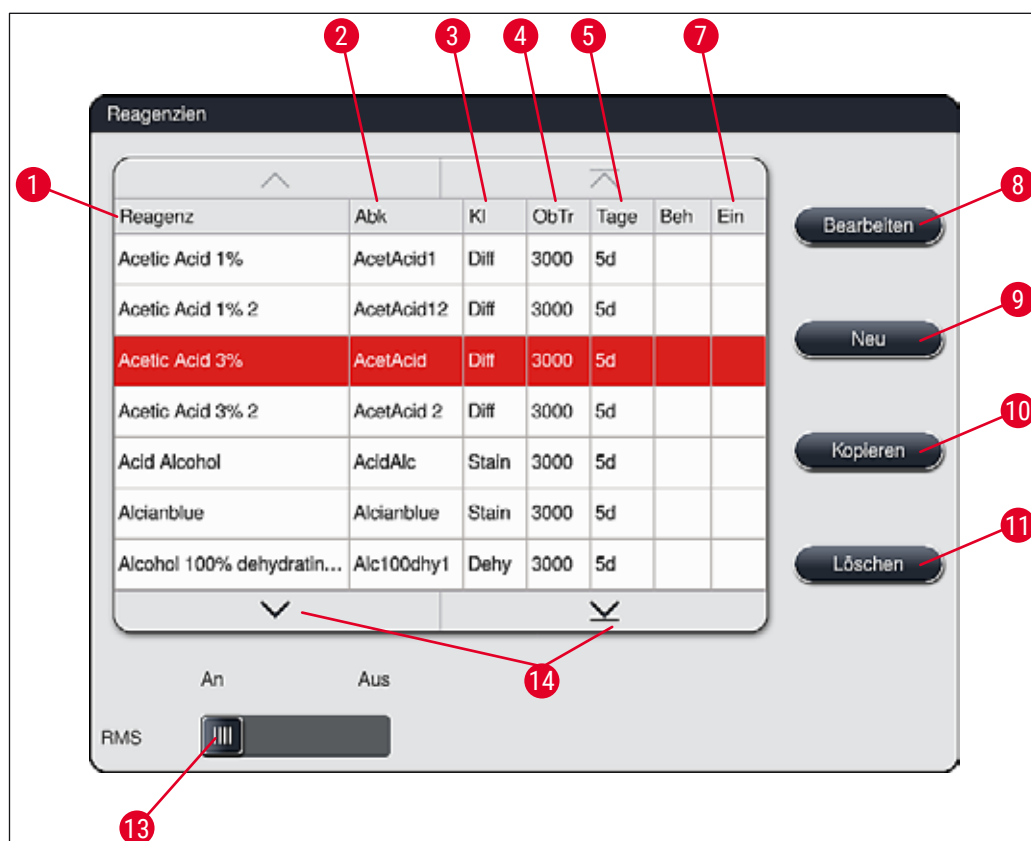

Abb. 35
- Das zu kopierende Reagenz in der Reagenzienliste (→ "Abb. 35") durch Antippen markieren und die Taste **Kopieren** (→ "Abb. 35-10") drücken.
- Das zu ändernde Reagenz in der Reagenzienliste (→ "Abb. 35") durch Antippen markieren und die Taste **Bearbeiten** (→ "Abb. 35-8") drücken.